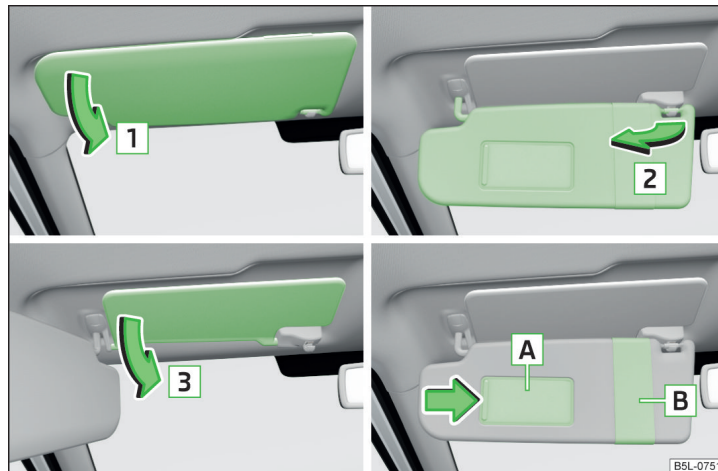

Fig. 50 Bajar visera / subir visera / bajar el parasol/ espejo de maquillaje y portaetiquetas de aparcamiento
**Operación y descripción del parasol » fig. 50**